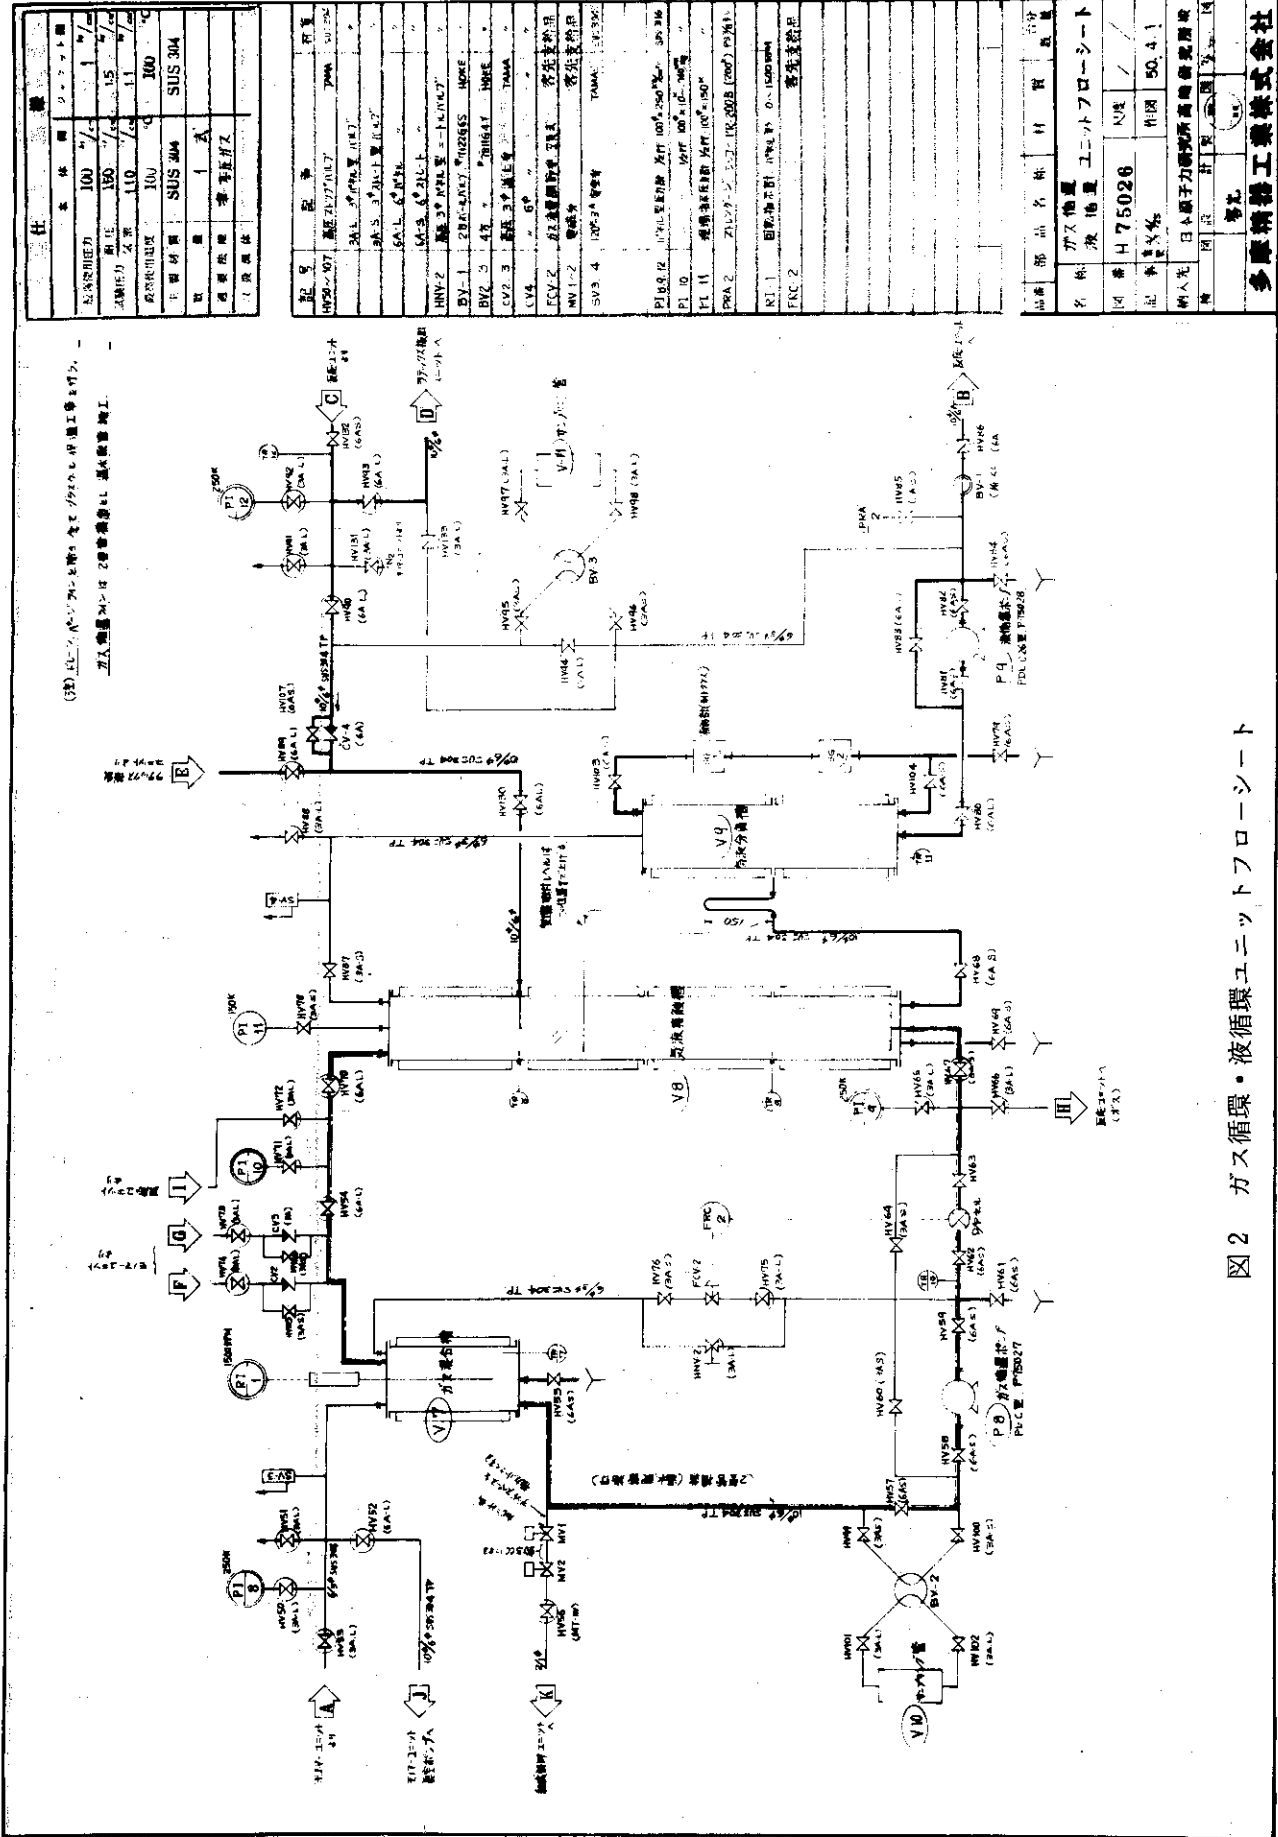

図2 ガス循環・液循環ユニットフローシート
(2) ガス循環・液循環ユニット (図2参照)
モノマー供給ユニット、ガス循環・液循環ユニット、ラテックス抽出・水送入ユニット、反応ユニット、組成制御ユニットおよび温水ユニットのフローシートを各ユニット毎にそれぞれ図1、図2、図3、図4、図5および図6に示した。